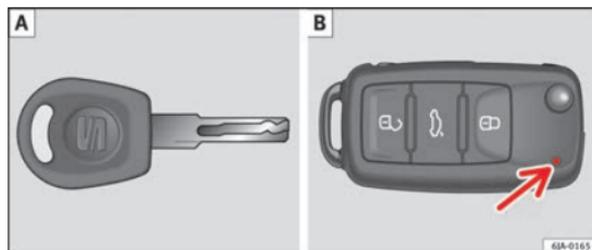
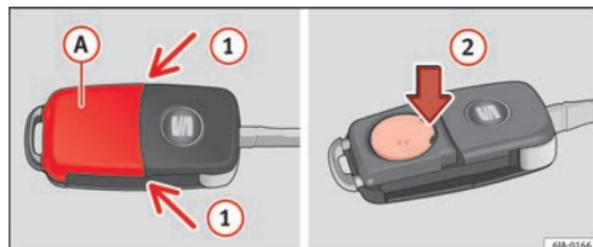

Fig. 42. Llave con mando a distancia / Llave sin mando a distancia
Fig. 43. Llave con mando a distancia: retirar la tapa / sacar la pila
Con el vehículo siempre se suministran dos llaves. Dependiendo de la versión de equipamiento, su coche puede estar equipado con llaves sin mando a distancia ⇒ fig. 42 **A**), o con mando a distancia ⇒ fig. 42 **B**).
Cada llave con mando a distancia contiene una pila colocada debajo de la tapa **A** ⇒ fig. 43. Si la pila está descargada, el testigo de control rojo ⇒ fig. 42 **B**) no se enciende cuando se pulsa uno de ▶
- Retire la tapa de la pila presionando con el pulgar o con un destornillador plano en el lugar de las flechas ① ⇒ fig. 43.
- Retire la pila descargada de la llave presionándola hacia abajo en el lugar de las flechas ②.